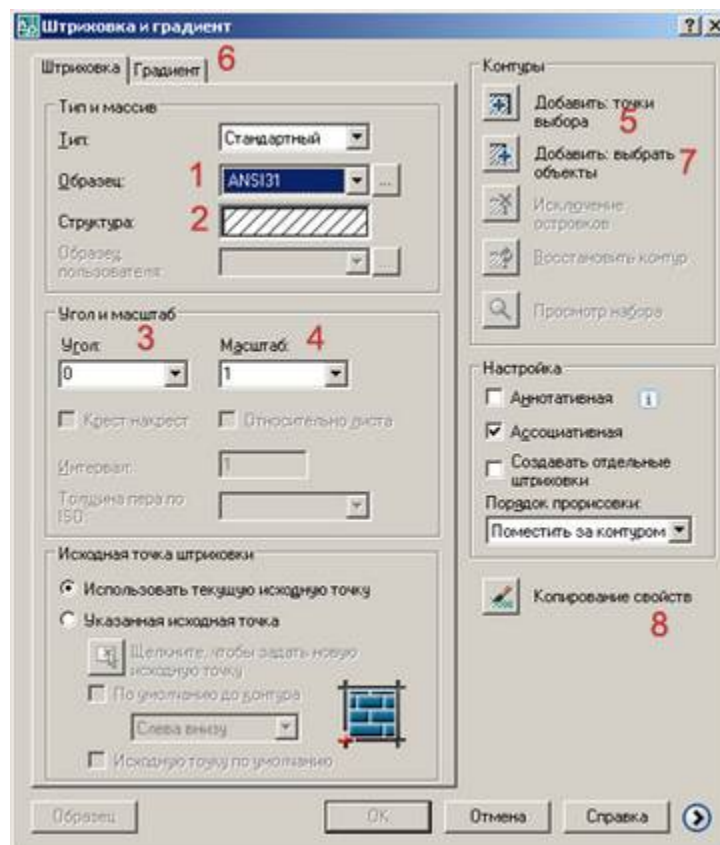

Рис. 32 . Диалоговое окно *Штриховка*
Запуск режима штрихования осуществляется щелчком мышью по кнопке *Штриховка*  на панели инструментов *Рисование*. После этого будет выведено диалоговое окно, изображенное на рис. 32 .
1. Запустить режим штрихования. Появится диалоговое окно *Штриховка и градиент* (рис. 32).
2. Выбрать *Образец* (1) штриховки.
3. Щелкнуть по кнопке *Добавить: Точки выбора* (5) (рис. 32). Диалоговое окно временно исчезнет.
В списке *Угол* (3) можно указать угол поворота линий штриховки, но это не всегда стоит делать. Если штриховка уже выполнена под углом, то ее можно не поворачивать. Например, штриховка ANSI31, показанная на рис. 32, сразу выводится под углом 45°.